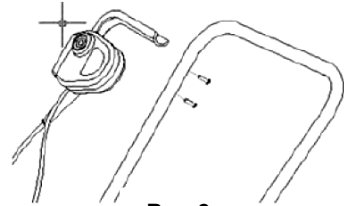

Рис.3
2. Установите держатель кабеля на верхнюю часть рукоятки (Рис.3).